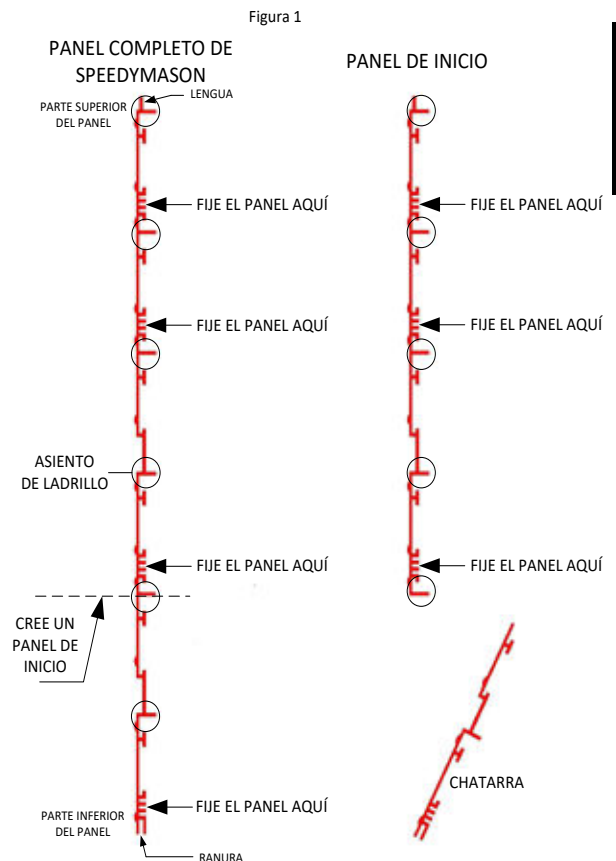

FIGURA 2
- Cree un panel de inicio. **(Ver figura 2)**
- Sujete el listón de ladrillo en las tiras de sujeción. **(Ver figura 2)**
- A. Cree un panel de inicio. **(Ver Figura 2)**
- E. Sujete el listón de ladrillo en las tiras de sujeción. **(Ver figura 2)**